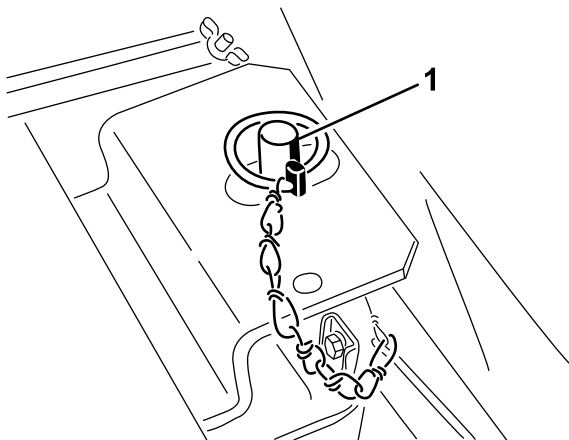

Bild 11
6. Nehmen Sie die Sitzstützstange heraus und drehen Sie diese nach unten. Drehen Sie den Sitz nach unten und drücken Sie den Klapstecker durch Bolzen am Sitzriegel. Legen Sie das Drahtende des Stifts über den Riegelbolzen (Bild 11).
8. Nehmen Sie die Sitzstützstange heraus und drehen Sie diese nach unten. Drehen Sie den Sitz nach unten und drücken Sie den Klappstecker durch Bolzen am Sitzriegel. Legen Sie das Drahtende des Stifts über den Riegelbolzen (Bild 11).